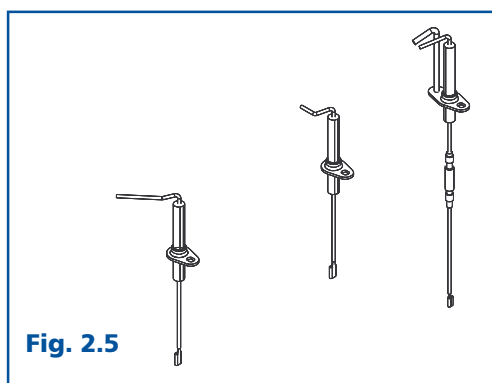

Fig. 2.5
2.4 Elettrodi di accensione e rilevazione (Fig. 2.5)
2.5 Elettrodo di controllo combustione (Fig. 2.5)